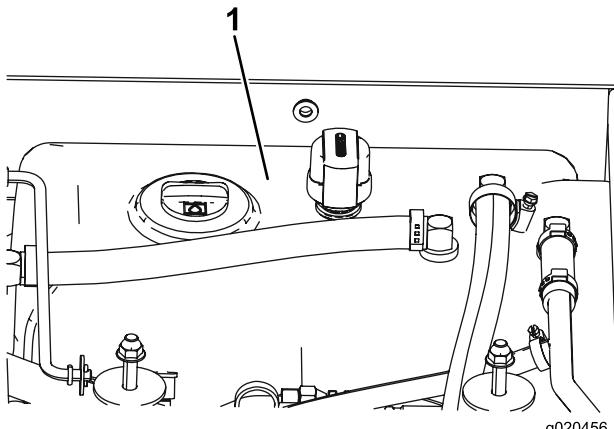

Bild 75
4. Füllen Sie den Hydraulikbehälter (Bild 75) mit Hydrauliköl, siehe Prüfen des Hydrauliköls \(Seite 57\).